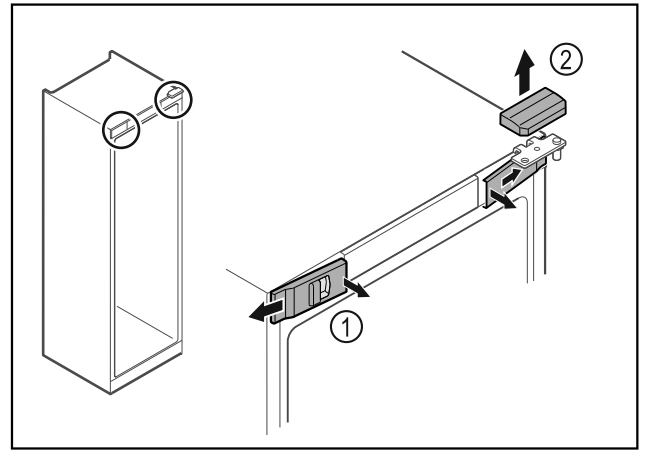

Fig. 15
- ▶ Desencaje las cubiertas frontales Fig. 15 (1) en el interior y retírelas hacia un lado.
- ▶ Retire la cubierta superior Fig. 15 (2) hacia arriba.